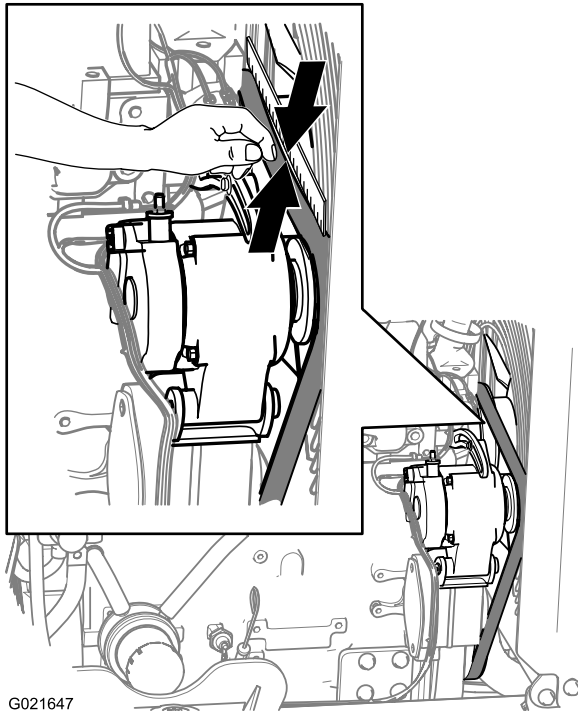

Bild 106
3. Prüfen Sie den Riemen auf Schnitte, Risse, lose Stränge, Fett, Öl, Verdrehungen oder Zeichen ungewöhnlicher Abnutzung (Bild 106).
3. Legen Sie eine gerade Kante über den Treibriemen und über die Riemenscheiben, siehe Bild 106.
4. Drücken Sie in der Mitte zwischen der Lüfterriemenscheibe und der Riemenscheibe der Lichtmaschine auf den Riemen, wie in Bild 106 abgebildet.